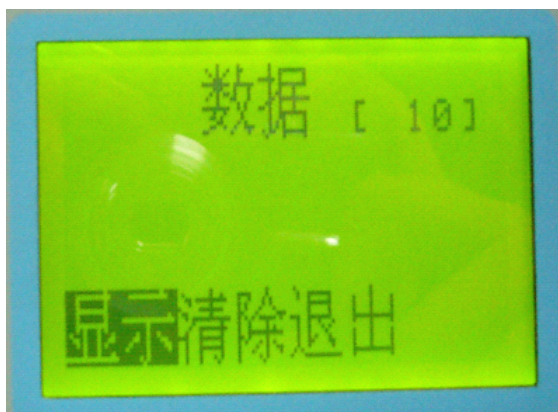

图 4 数据子菜单界面
(2) 数据子菜单（见图 4）中有“显示”和“清除”两个功能。进入子菜单后用水平方向键选择功能，当显示为反白时为选中，按执行键。方括弧内的数字表示已存储的数据数量。选中“退出”后仪器回到主菜单。选中“清除”后仪器内存储的数据全部清除。